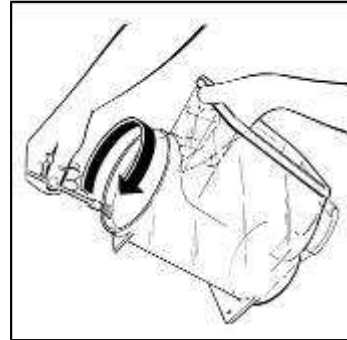

Abb. 37
- Um die Montage zu erleichtern, empfehlen wir, die Stelle der Behälterrückseite, die an der Dichtung anliegt, mit sauberem Wasser oder Lebensmittelfett (Vaseline) zu befeuchten (siehe Abb. 37).